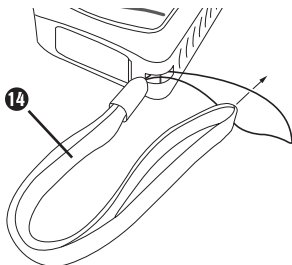

Fig. 1
- ◆ Fixez la dragonne 14 sur l'ouverture prévue à cet effet, conformément à la figure 1.